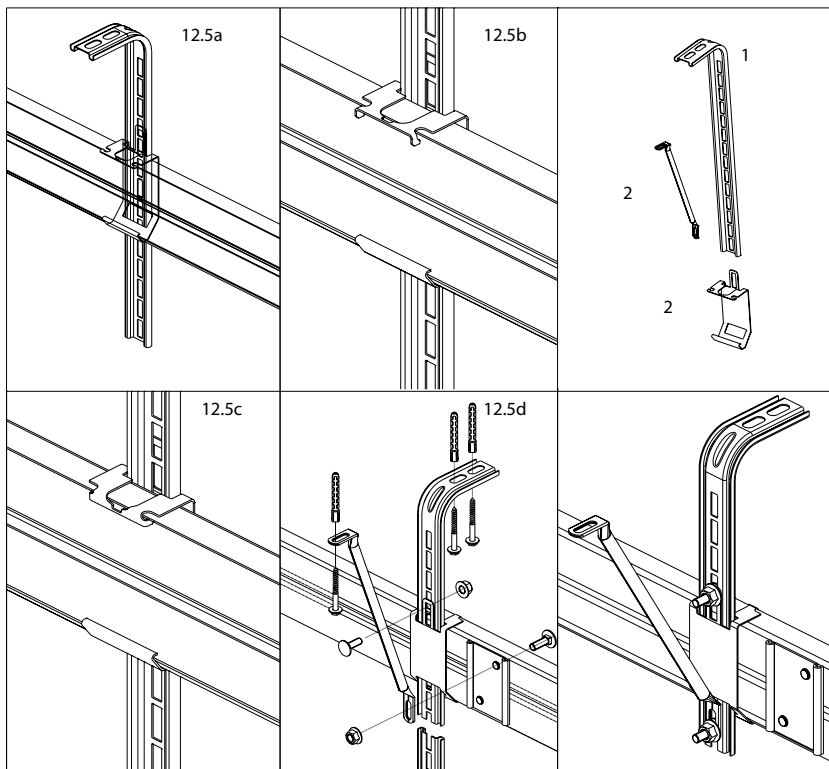

Fig. 12.5.
Nedhængsbeslag monteres på følgende vis (fig. 12.5):
- bøj beslagspidserne ned (2) som på fig. 12.5.b;